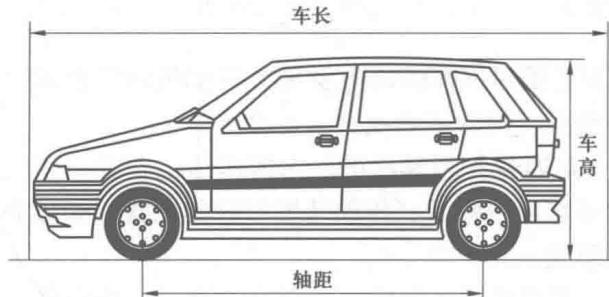

图 1-3 基本参数一
答：(1) 车长。车长是指垂直于汽车纵向对称平面，并分别抵靠在汽车前、后外端突出部位的两垂直平面之间的距离，如图 1-3 所示。
(2) 车高。车高是指汽车没有装载且处于可以运行状态时，汽车支承面与汽车最高突出部位相抵靠的水平面之间的距离，如图 1-3 所示。
(3) 轴距。轴距是指通过汽车同一侧相邻两车轮中心点，并垂直于汽车纵向对称平面的两垂线之间的距离，如图 1-3 所示。